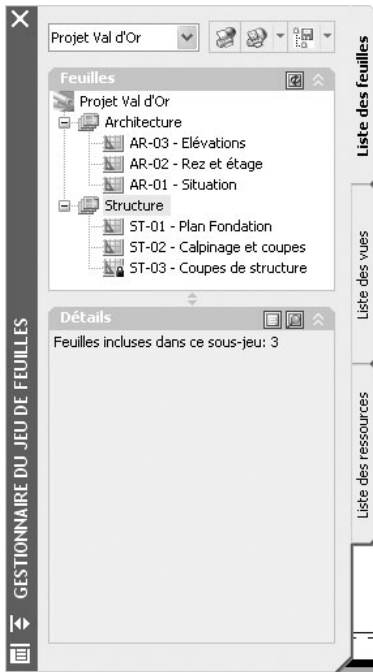

Fig.24.12
- 2 Dans le champ **Nom du sous-jeu** (Subset name) de la boîte de dialogue **Propriétés du sous-jeu** (Subset Properties), entrer le nom du nouveau sous-jeu et cliquer sur **OK**. Par exemple Architecture. Cliquer sur **OK** (fig.24.12). Le sous-jeu de feuille s'affiche dans le gestionnaire du jeu de feuilles.